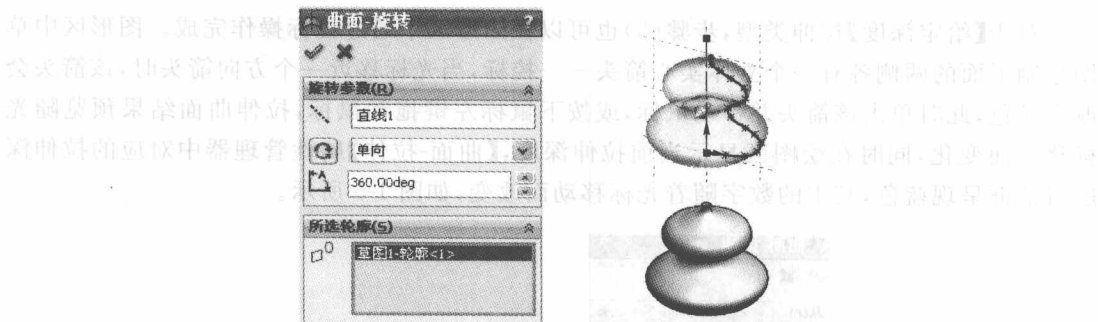

图 1-7 【曲面-旋转】属性管理器及旋转曲面过程
(1) 选择前视基准面作为草图绘制平面,使用【样条曲线】命令绘制曲面轮廓草图,包含一个轮廓和一条中心线,其中中心线作为旋转轴线。
(2) 单击常用曲面工具栏中的【旋转曲面】按钮,或者选择菜单栏【插入】→【曲面】→【旋转曲面】命令,系统弹出【曲面-旋转】属性管理器,并在图形区中出现预览。在【旋转参数】的下拉列表中选择【旋转轴】和【旋转类型】,在【角度】输入框中输入旋转角度为 360°,如图 1-7 所示。
(3) 单击【确定】按钮完成旋转曲面,如图 1-7 所示。